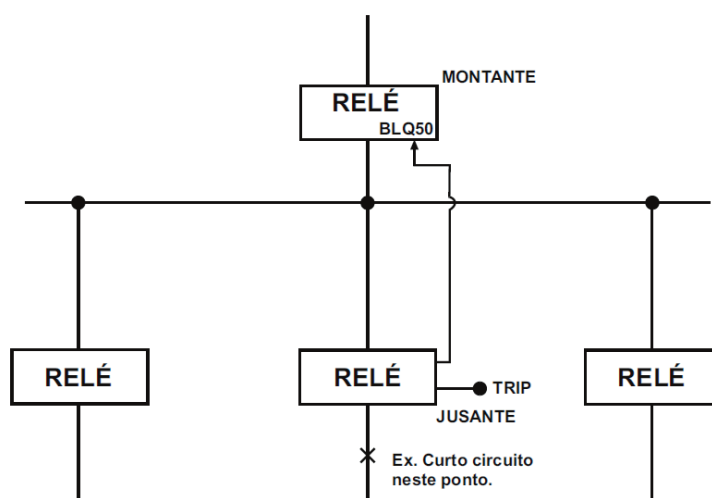

Figura 2.5: Exemplo de aplicação da função ANSI 99.
- retardo da unidade instantânea (50)
Na ocorrência de curto-circuito, conforme exemplo da Figura 2.5, ocorre coordenação entre o IED a jusante e o IED a montante por meio do envio de bloqueio físico da unidade instantânea (50).